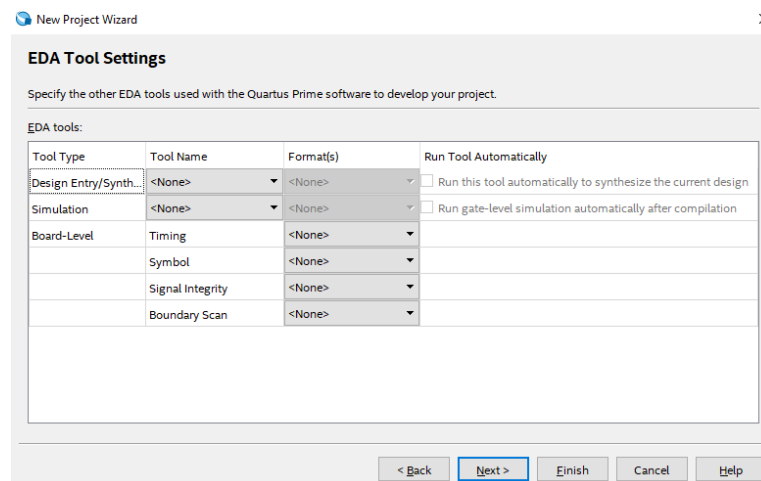

Ilustración 6: Herramientas para simulación.
8. Debido a que no se realizarán simulaciones en la presente actividad, no se seleccionará alguna herramienta de simulación como se muestra en la ilustración 6. Haga clic en **Next**.